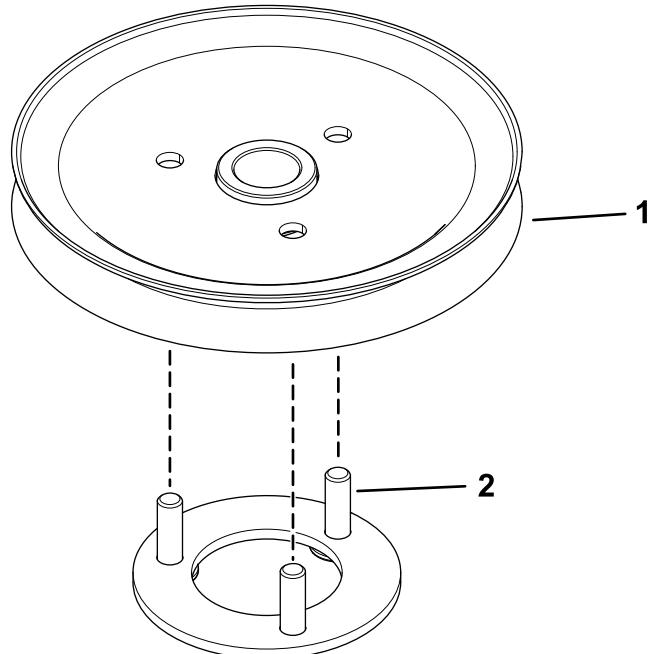

Bild 7
3. Stecken Sie die Bolzen der Scheibenhalterung in die Löcher in der Laufrolle (Bild 7).